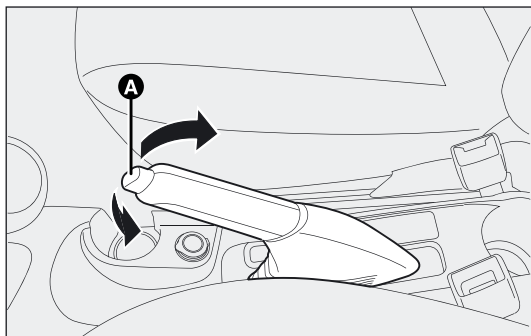

fig. 126
- ☐ trek de hendel iets omhoog en druk op de ontgrendelknop A-fig. 126;
- ☐ houd knop A ingedrukt en laat de hendel zakken. Het lampje ① op het instrumentenpaneel dooft.